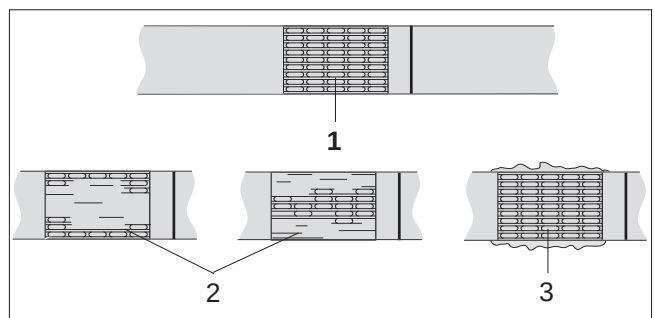

Fig. 12 Vérification de sertissage
- Vérifier régulièrement l'aspect du sertissage (voir fig. 12). En cas de bandes mal soudées: **vérifier le réglage de la durée de soudure (voir chapitre 6.3.3).**